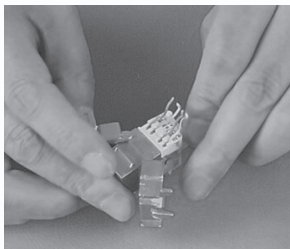
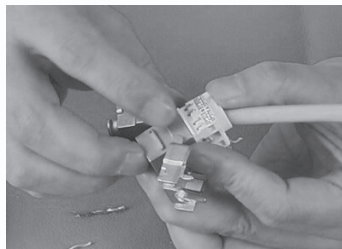

图4-31 压盖扣入外壳方向
图4-32 剪掉余线
4) 将压盖扣入模块外壳中。注意，模块平台方向与外壳圆弧方向一致，如图4-31所示。然后用斜口钳剪掉余线，为防止线芯接触屏蔽层造成短路，线头长度必须小于1mm，如图4-32所示。